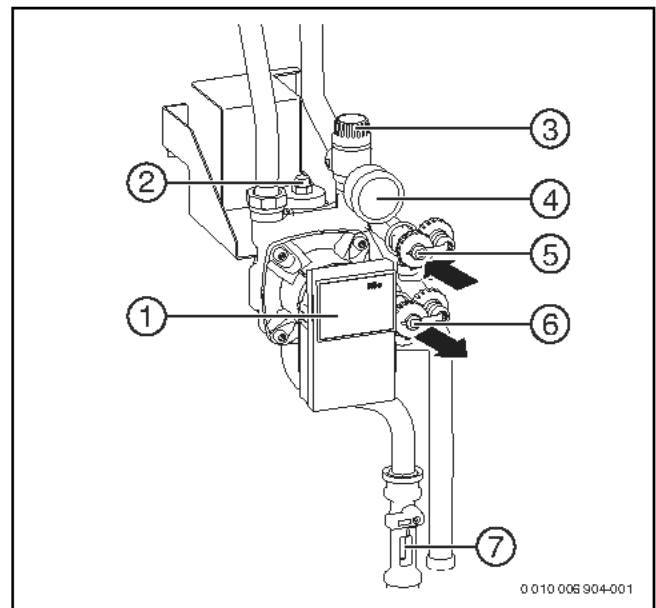

Bild 236 Übersicht Solargruppe
Befülleinrichtung an den Füll- und Entleerhahn der Solarpumpe (→ Bild 236) anschließen:
- ▶ Füll- und Entleerhähnen (→ Bild 236, [5] und [6]) öffnen.
- ▶ Während des Spülens den Füll- und Entleerhahn an der Saugseite (→ Bild 236, [6]) mehrmals kurzzeitig drosseln und anschließend schnell komplett öffnen. Dadurch können sich gestaute Luftblasen in der Rohrleitung lösen.